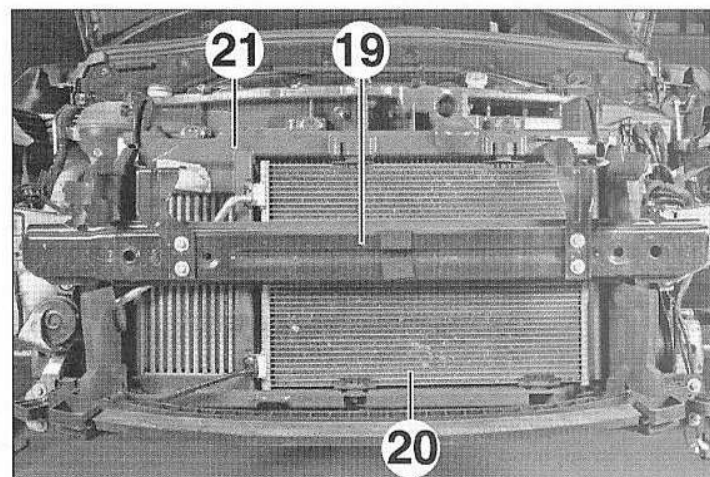

FIG.114
- Déposer l'armature (19) (Fig.114).
- Dégager le condenseur de climatisation (20) de la façade avant (21).
- Sans débrancher les canalisations de climatisation, écarter et brider le condenseur de climatisation (20).
- Déposer la façade avant (21).